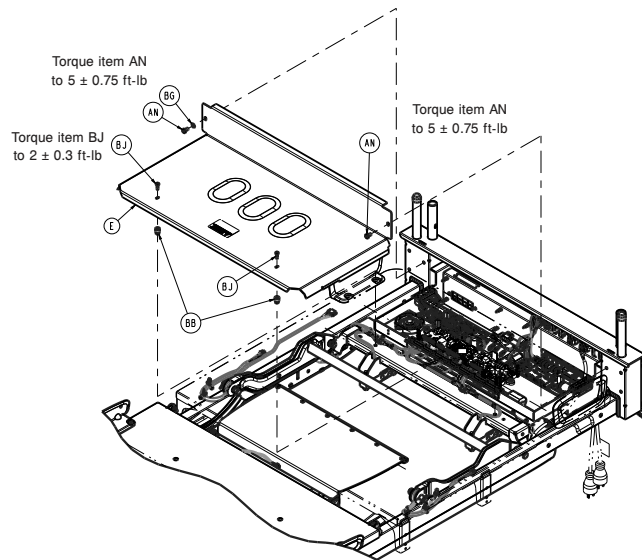

Abbildung 7 – Abnehmen der Abdeckung
14. Mit einem T25-Torx-Schraubendreher die beiden Schrauben (BJ) entfernen, mit denen die Abdeckung der Liegefläche für die Elektronikbox (E) an der Elektronikbox-Baugruppe befestigt ist (Abbildung 7). Die Schrauben aufbewahren.
15. Mit einem T30-Torx-Schraubendreher die beiden Schrauben (AN) entfernen, mit denen die Abdeckung der Liegefläche für die Elektronikbox (E) an der Elektronikbox-Baugruppe befestigt ist (Abbildung 7). Schrauben und Abdeckung aufbewahren.
17. Mit einem T25-Torx-Schraubendreher die beiden Schrauben (BJ) wieder anbringen, um die Abdeckung der Elektronikbox (E) der Liegefläche an der Elektronikbox-Baugruppe zu befestigen (Abbildung 7).
18. Mit einem T30-Torx-Schraubendreher die beiden Schrauben (AN) wieder anbringen, um die Abdeckung der Elektronikbox (E) der Liegefläche an der Elektronikbox-Baugruppe zu befestigen (Abbildung 7).